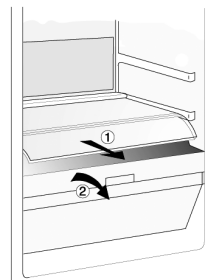

Afb. 1
- De temperatuur in het vak wordt weergegeven door een indicator die op de deur van het vak is geplaatst (**Afb. 1**)